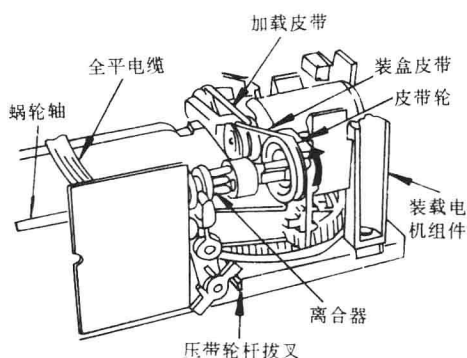

图4 手动退带出盒方法之一
(1) 通常退带出盒方法如图4。将录象机电源引线插头从插座上拔出来，用手沿图中黑箭头方向旋转皮带轮，蜗轮轴就会随之转动，将带盒升起并推出带盒仓的插入口处。